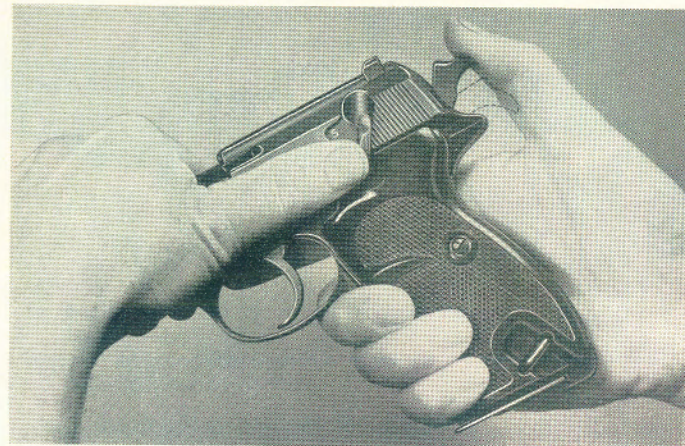
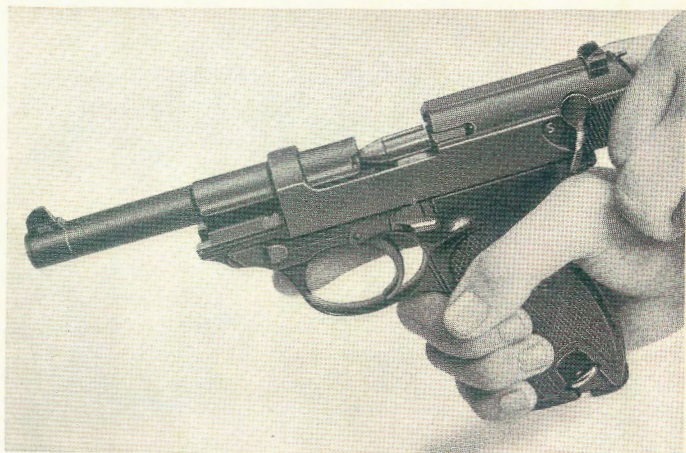

Abb. 14
Abb. 16
Soll der Schuß nicht zur Auslösung kommen, wird die Sicherung (19) auf „Sicher“ = „S“ sichtbar bis zum Anschlag gestellt. Beim Herunterdrücken der Sicherung (19) wird der Schlagbolzen (11) blockiert (siehe Pfeile). Außerdem wird im letzten Drittel des Weges durch Anheben des Spannstücks (26) der Hahn (39) frei und schwenkt nach vorne (siehe Handhabung Seite 10 und Abb. 14).
Pistole in die rechte Hand nehmen und sichern (siehe S. 10 Abb. 14) – Sicherungsflügel nach unten drehen, bis Buchstabe „S“ voll erscheint. Magazin entfernen durch Zurückschieben des Magazinhalters mit dem Daumen der linken Hand. Der Zeigefinger zieht dabei, wie Abb. 9 zeigt, das Magazin heraus.
Rechte Hand hält die Waffe, Zeigefinger ausgestreckt neben dem Abzugsbügel. Der Daumen der rechten Hand erfaßt den gespannten Hahn und nun schwenkt der Daumen der linken Hand den Sicherungshebel nach unten, so daß der Hahn, wie Abb. 14 zeigt, langsam in seine Ruhelage zurückgehen kann. Dabei ist zu beachten, daß der Lauf der Waffe schräg vorwärts nach unten gerichtet ist.
Das Zuführen dieser Patrone kann auch ohne Zuhilfenahme der linken Hand durch Niederdrücken des Fanghebels erfolgen. Wird nicht weitergeschossen, Pistole vorher sichern (siehe Seite 10 Abb. 14).
Soll die Pistole P38 entladen werden, nachdem sich bereits eine Patrone im Lauf befindet, zuerst die Pistole sichern, (siehe Seite 10 Abb. 14), Magazin herausnehmen und Patronen entfernen. Verschuß wie Abb. 16 zeigt, zurückziehen, wodurch die im Lauf befindliche Patrone mit erfaßt wird und herausfällt.
Das **leere** Magazin wieder einführen. Pistole in die rechte Hand nehmen und sichern (siehe Seite 10, Abb. 14). Verschuß anschließend zurückziehen, bis er geöffnet stehen bleibt. Magazin herausnehmen. Laufhaltehebel mit dem linken Daumen nach links drehen, bis er hörbar einschnappt.